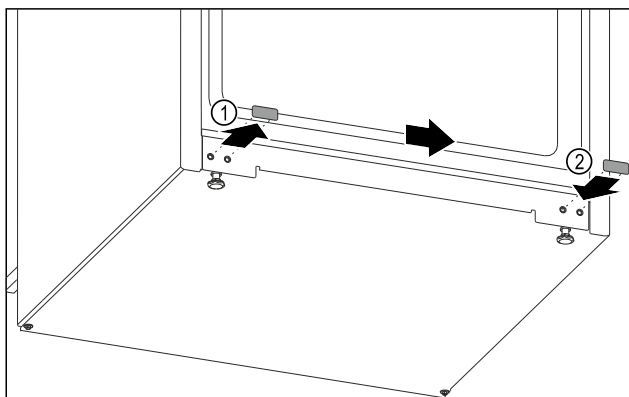

Fig. 10
- ▶ Abdeckstopfen herausziehen. Fig. 10 (1)
- ▶ Abdeckstopfen auf der Gegenseite einsetzen. Fig. 10 (2)